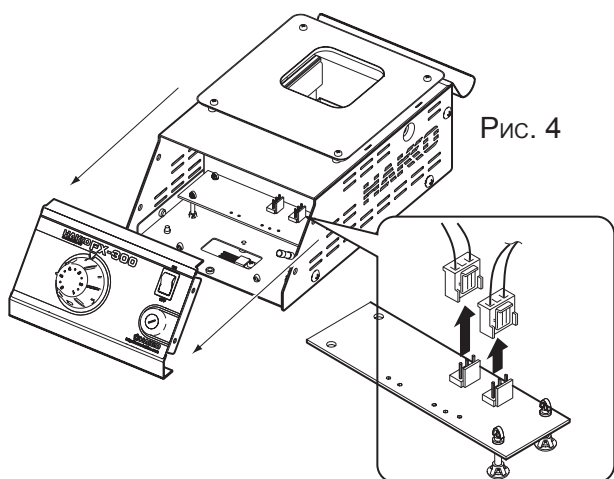
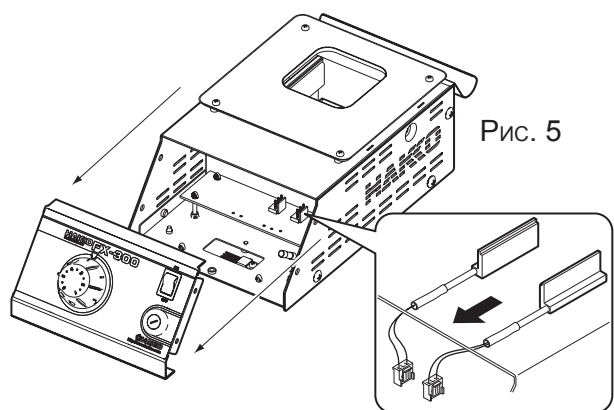

Рис. 4
Рис. 5
4. Сдвиньте вперед переднюю панель, снимите два соединителя (рис. 4) с соединительной платы и извлеките нагревательные элементы в сборе (рис. 5).